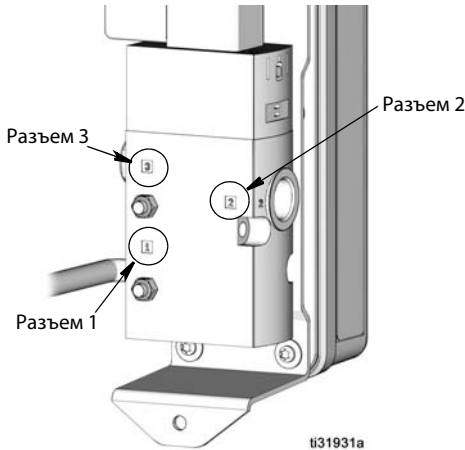

Рис. 1
Номера 1-3 в корпусе соленоида (14) обозначают соединительные порты (Рис. 1).
1. Нанесите герметик для резьбовых соединений на резьбы фитингов. Подключите подачу воздуха к порту 1 (Рис. 1).
2. Нанесите герметик для резьбовых соединений на резьбы фитингов. Подключите линию, которая идет на впуск воздуха насоса, к порту 2 (Рис. 1).